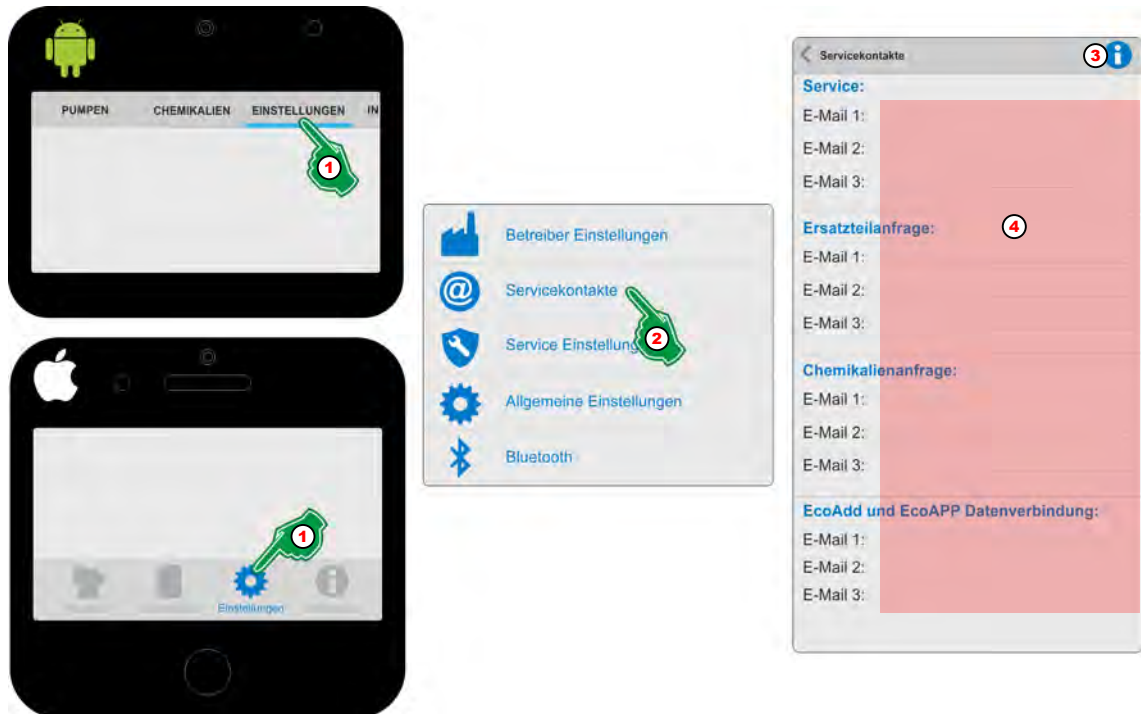

Abb. 43: Servicekontakte eingeben
1. ➤ [Einstellungen] (Abb. 43, Pos. 1) auswählen.
2. ➤ [Servicekontakte] (Abb. 43, Pos. 2) auswählen.
3. ➤ Durch Auswahl des [Info] ⓘ Symbols (Abb. 43, Pos. 3) erscheint:
4. ➤ Alle Formularfelder (Abb. 43, Pos. 4) ausfüllen.